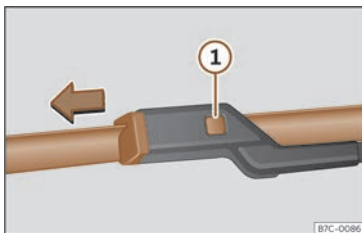

Fig. 199 Canvi de les escombretes de l'eixugaparrises.
- Mantingueu premuda la tecla de desbloqueig >>> **fig. 199** ① mentre estireu lleugerament l'escombreta en el sentit de la fletxa.